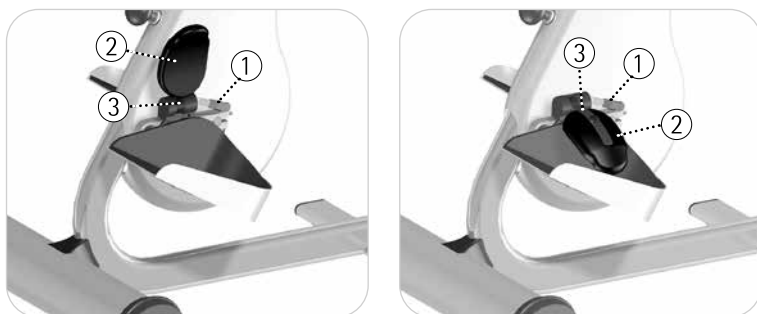

Fig. 6.6, 6.7
vedere Fig. 6.6, 6.7 L'archetto del cuscinetto ③ scatta in posizione a brevi intervalli e in ciascuna di tali posizioni di arresto è ben fissato.